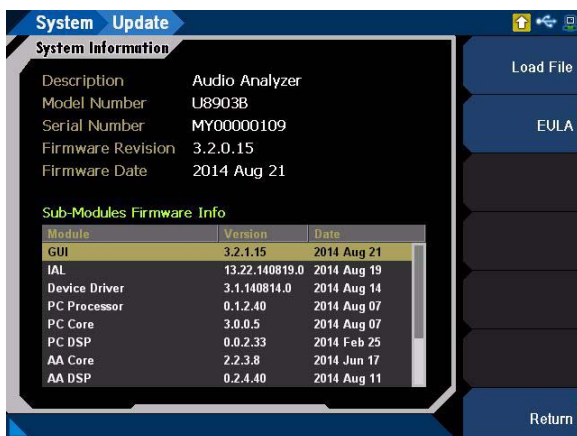

図 1-6 System > Update メニュー・ページ
- 4 [System] メニュー・ページで [Update] ソフトキーを押します。図 1-6 に示すように、[Update] メニュー・ページが表示されます。